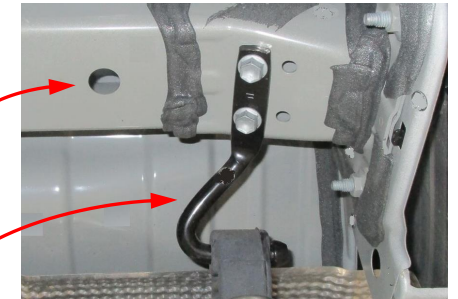

Figura 4.
- Silenciador inferior:** Con una llave de dado de 13 mm, retire los (2) pernos M8 de fábrica del soporte del escape en la parte inferior del bastidor del lado del conductor. Devuelva los pernos de fábrica al propietario. Usando los alicates de desmontaje del colgador del escape, quite (1) colgador de goma en el lado del pasajero cerca del marco, y (1) colgador de goma delante del silenciador. **NOTA:** Asegúrese de que el tubo de escape está apoyado antes de retirar los colgadores del tubo de escape.
- Para facilitar la instalación del enganche,** retire el colgador de escape de acero del colgador de goma en el lado del conductor del silenciador. **Ver figura 4.**